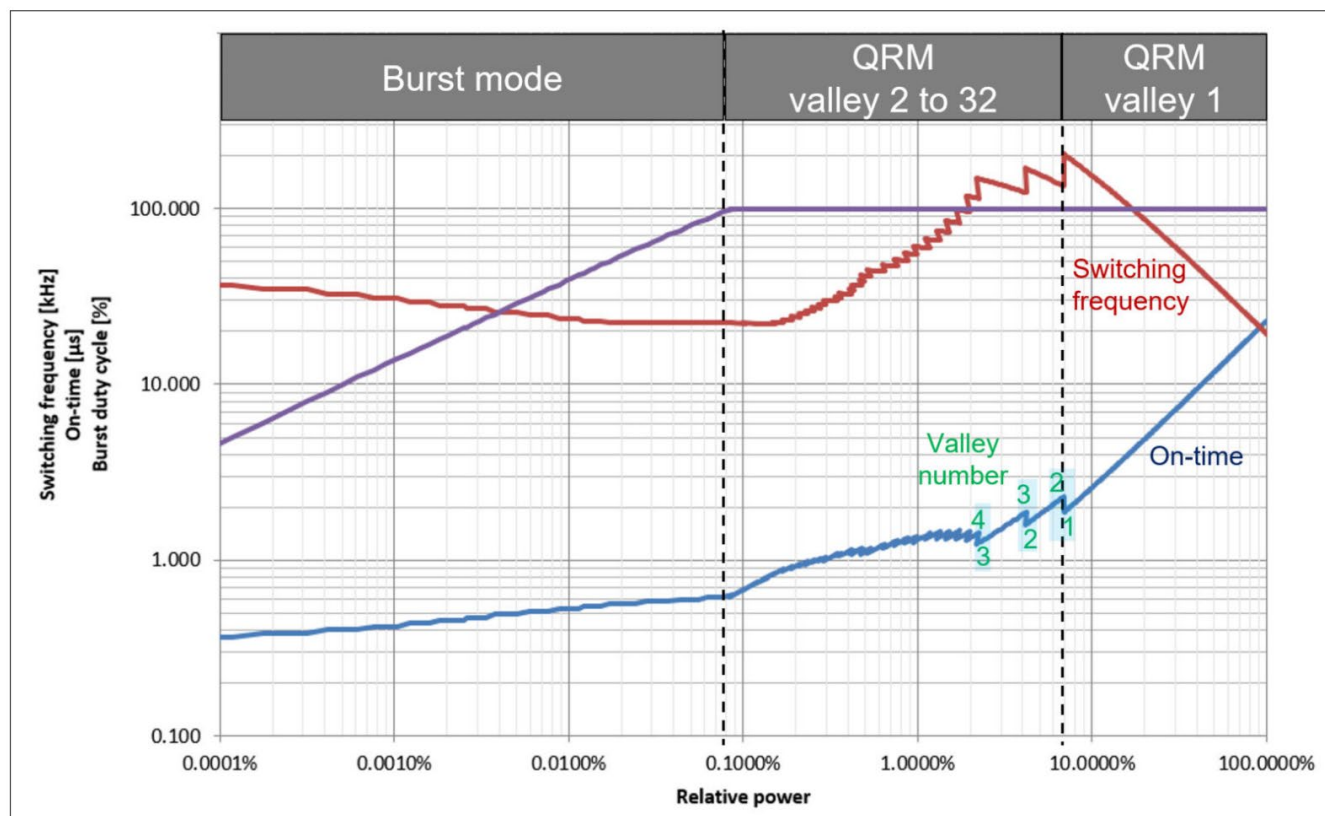

图 10 开关特性与相对功率的示例性对比，对谷数变化进行导通时间补偿
图 10 中蓝色高亮区域显示了导通时间补偿效果（之字形模式），例如，当 QRM 谷数从 1 增加到 2、从 2 增加到 3、从 3 增加到 4 时。当相对功率进一步降低时，导通时间补偿继续在更高的波谷变化位置（更小的之字形）进行，直到达到最大谷数 32。为确保 QRM 开关频率降低保持在可听范围以上，QRM 关断时间被限制在最大值 t_{off} （典型值 $47 \mu s$ ）。
- 谷数变化时与系统相关的导通时间补偿效应（见图 10）